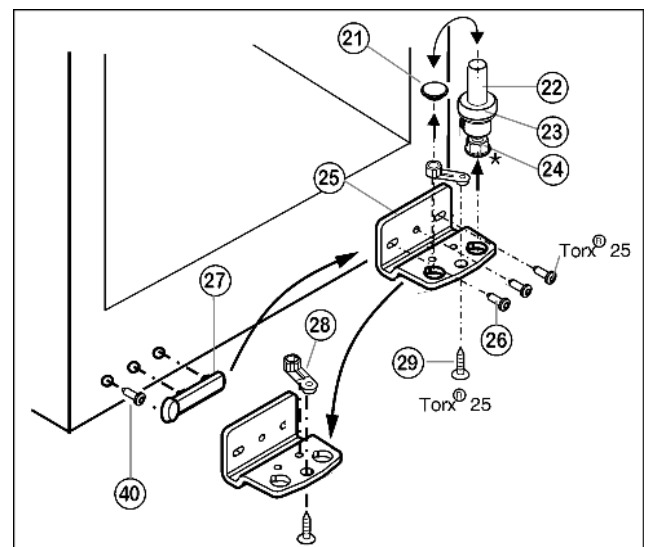

Fig. 5
▶ Зніміть, потягнувши догори, опорний гвинт Fig. 5 (22) у комплекті, разом з шайбою Fig. 5 (23) та установочною ніжною* Fig. 5 (24).
▶ Зніміть Fig. 5 (21) пробку.
▶ Відгвинтіть Fig. 5 (26) опорний кронштейн Fig. 5 (25).
▶ Відкрутіть Fig. 5 (29) опорну деталь Fig. 5 (28) і вставте в протилежний отвір опорного кронштейну, знову пригвинтіть.
▶ Обережно зніміть кришку з боку ручки Fig. 5 (27) та гвинт Fig. 5 (40) і переставте їх на протилежний бік.
- ▶ Пригвинтіть опорний кронштейн *Fig. 5 (25)* на новий бік шарніра (з моментом 4 Нм). За потреби використовуйте викрутку з акумулятором.
- ▶ Вставте пробку *Fig. 5 (21)* в отвір, що залишився вільним.
- ▶ Встановіть на місце опорний гвинт *Fig. 5 (22)* у комплекті, разом з шайбою та установочною ніжкою*. При цьому виступ фіксатора повинен бути спрямований назад.
- ▶ Встановіть дверцята згори на нижній опорний гвинт *Fig. 5 (22)*.
- ▶ У разі необхідності за допомогою двох довгастих отворів на опорному кронштейні знизу *Fig. 5 (25)* встановіть дверцята на одній осі з корпусом. Для цього викрутіть середній гвинт.